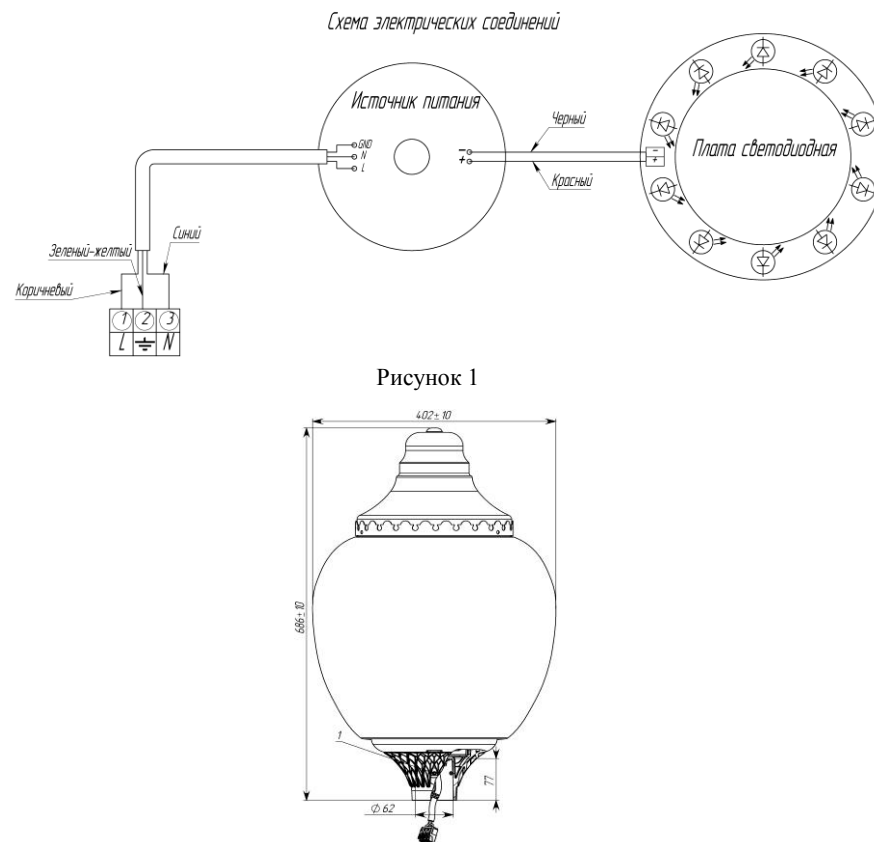

Рисунок 2
2.1 Светильники торшерные серии GALAD Лотос LED-40 (Рисунок 2) предназначены для функционально-декоративного освещения парков, скверов, бульваров, зон отдыха, территорий микрорайонов, коттеджных посёлков.
«Разрешенные пространственные положения установки светильника Лотос LED» и закрепляют тремя болтами М6 (поз.1 Рисунок 2) с усилием затяжки 3,5 – 4 Н.м.